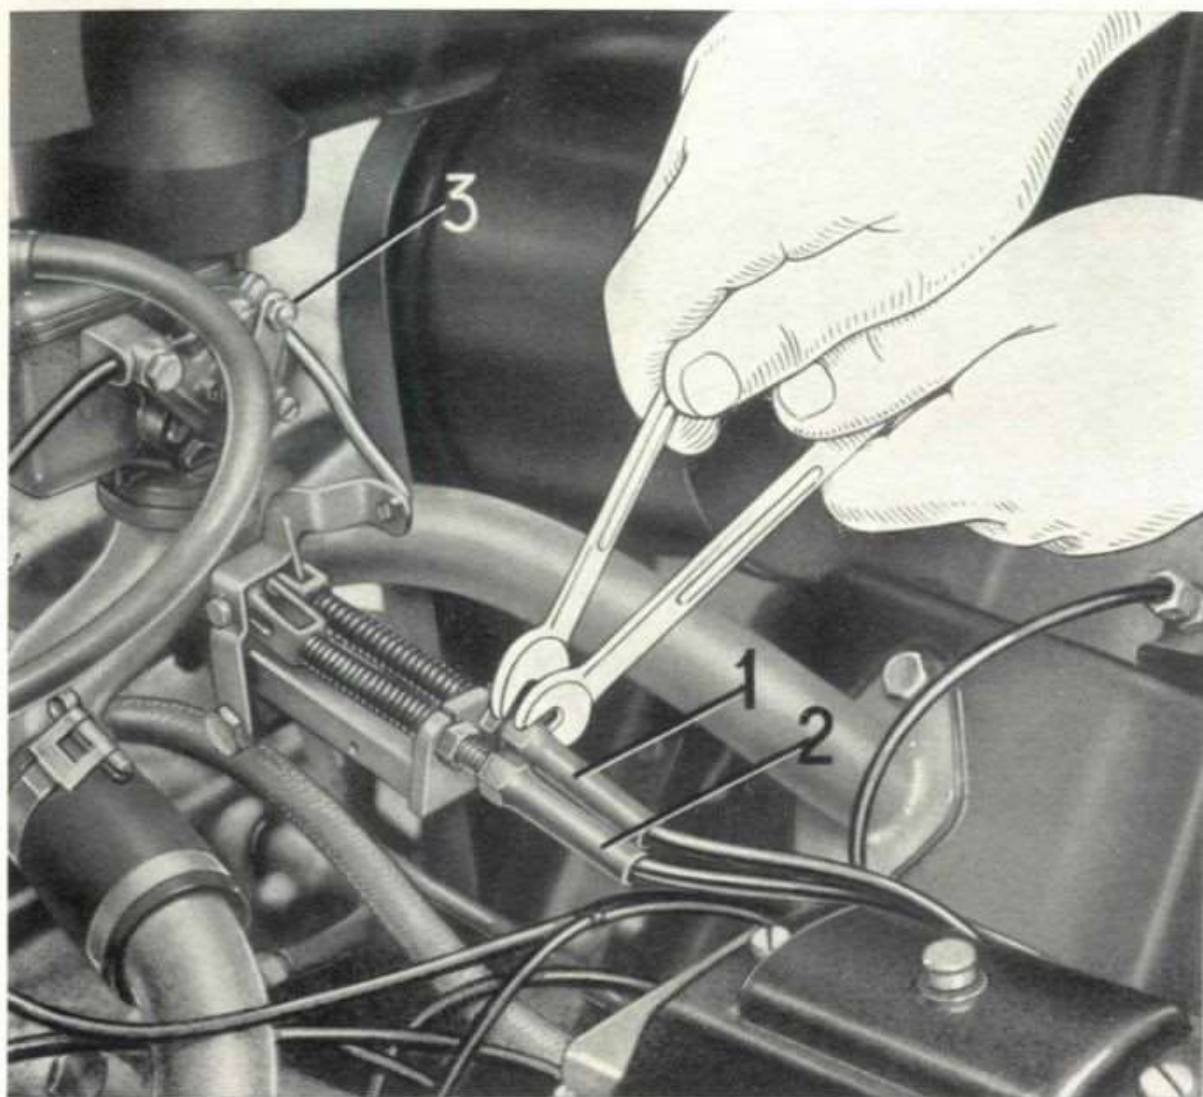

Fig. 29. - Regolazione dei cavi all'attacco del carburatore per comando a pedale e a mano.
- per il manettino comando dispositivo d'avviamento per carburatore, la tensione del cavo viene eseguita tramite il bulloncino di bloccaggio cavo alla levetta del carburatore (3 di fig. 29);
con controdado posti all'attacco del cavo al carburatore (2 di fig. 29);
— per il pedale comando acceleratore, tramite il tendifilo con controdado all'attacco del pedale e sull'attacco del cavo al carburatore tramite il bullone a colonnetta con controdado (1 di fig. 29).